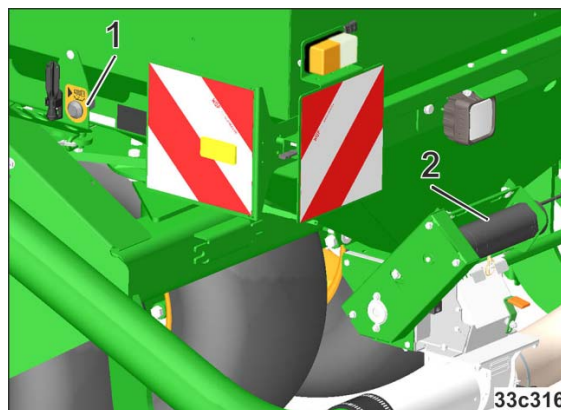

Fig. 59
- o Touche d'étalonnage (Fig. 59/1)
- o Entraînement de dosage (Fig. 59/2)